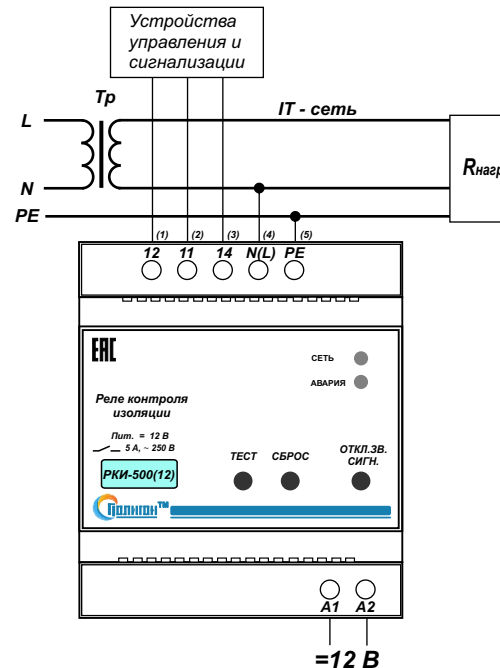

Рис.1. Типовая схема подключения блока РКИ-500 (12) к однофазной сети.
4.3. Произвести подключение реле контроля изоляции РКИ-500 согласно маркировке (рис. 1,2,3.): N(L) - нейтраль (фаза